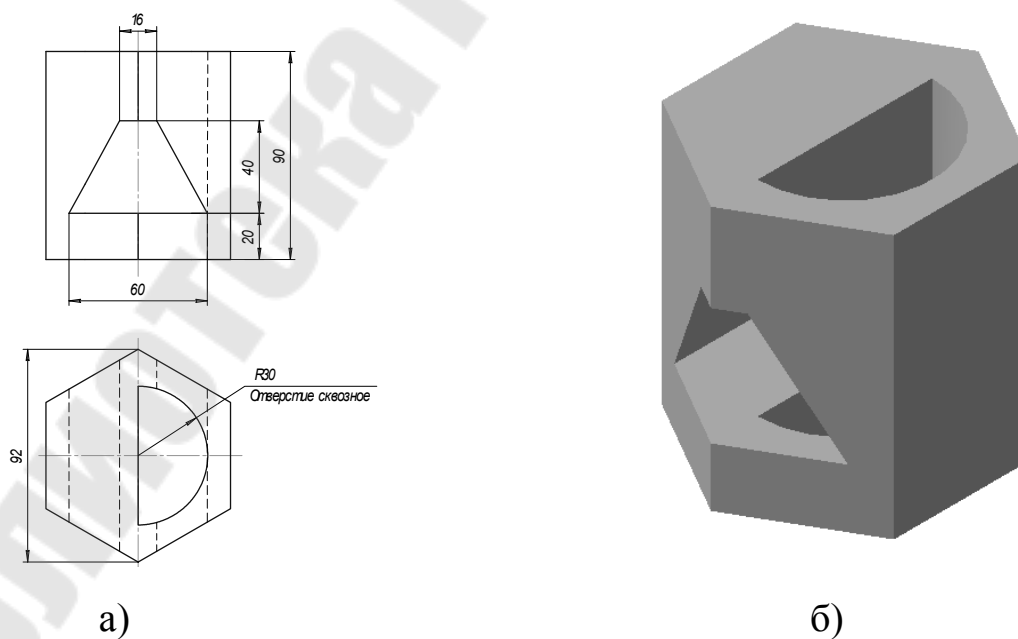

Рис.103
Построение разрезов в системе КОМПАС изучим на примере построения чертежа призмы, задание для которого изображено на рис. 103.
1. По заданным размерам построим твердотельную модель призмы (рис.103, б). Сохраним модель в памяти компьютера в файле с именем **Призма**.